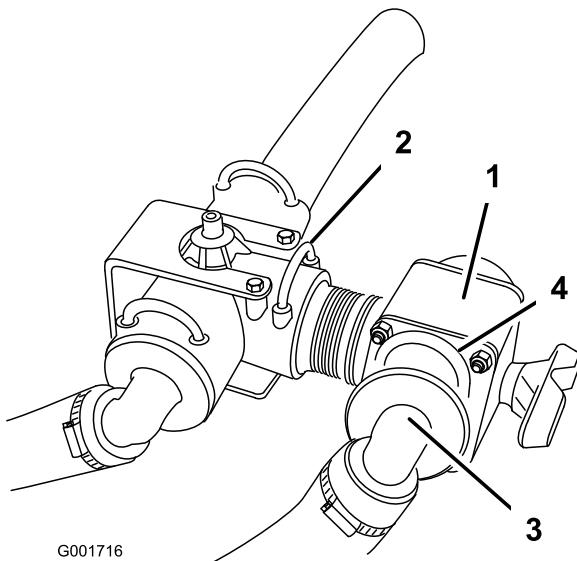

Figura 8
3. Instale la válvula de control nueva en el conector abierto del acoplamiento en T, y sujetela con una horquilla de retención nueva (Figura 8).
- 4. Conecte la manguera de alimentación de los brazos al orificio abierto de la válvula de control y sujetela con la horquilla de retención retirada anteriormente (Figura 8).